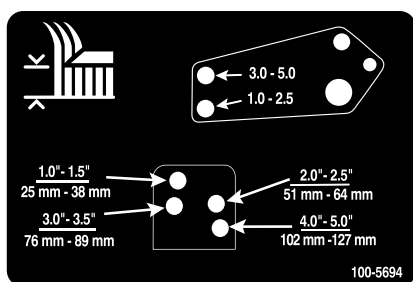

Figura 23
10. Alinee los taladros de los acoplamientos de los amortiguadores con los taladros seleccionados del soporte de altura de corte en el bastidor de la carcasa del cortacésped y coloque los pasadores de horquilla y las chavetas (Figura 23).